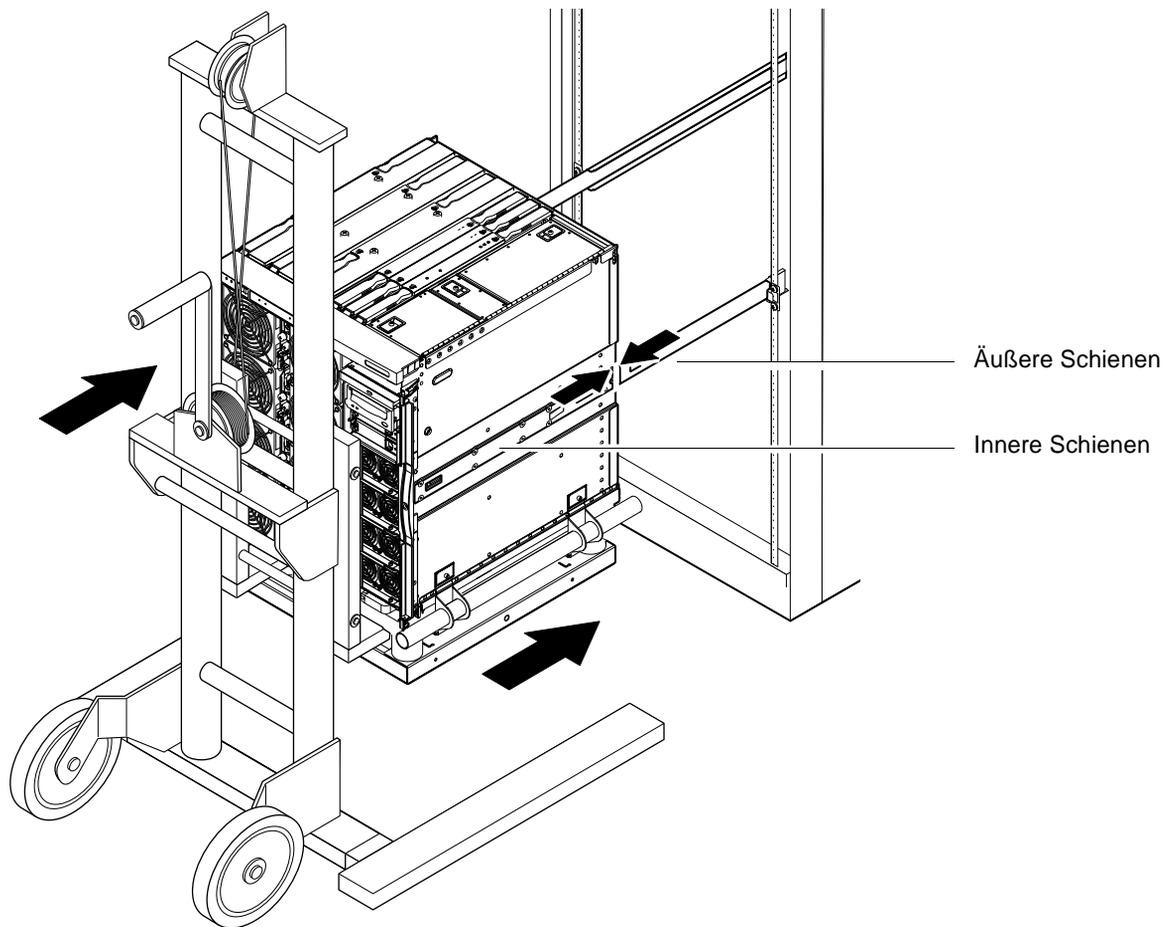

ABBILDUNG 1-11 Ausrichten der Schienen
6. Bewegen Sie das Hubgerät vorsichtig nach vorn, bis die Schienen am System vollständig in die äußeren Schienen am Schrank eingeschoben sind (ABBILDUNG 1-11).